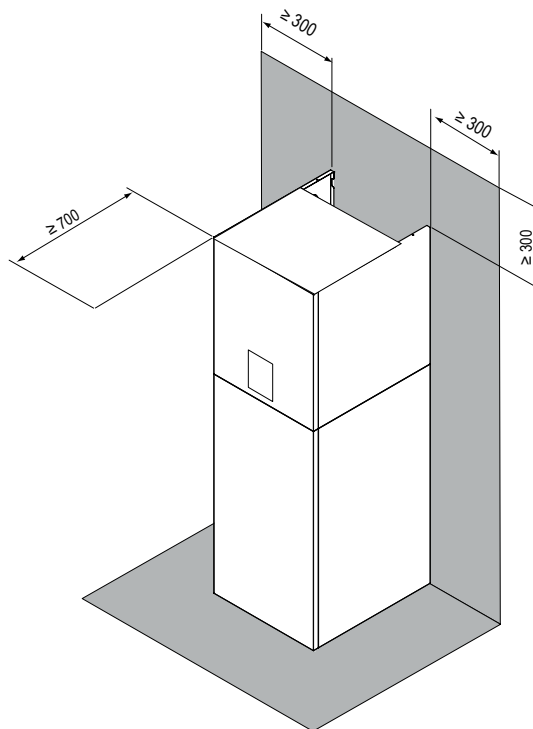

fig. 6 - Área operacional mínima para a unidade interna
- O espaço ao redor da unidade é adequado para a manutenção, ver fig. 6.